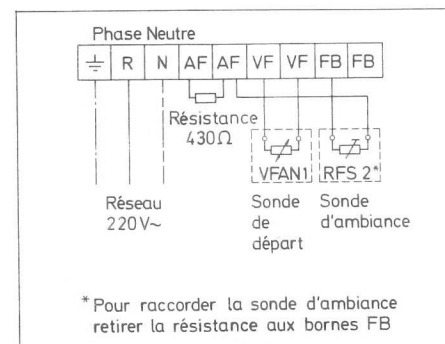

Fig. 8 Régulation par l'ambiance
- Régulation par la température ambiante, Fig 8
La réduction de température se règle au moyen du bouton de réglage LUNE de l'appareil central. Raccordement électrique suivant Fig 8/9.